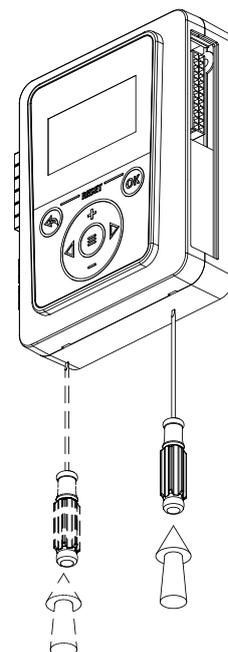

Рис.22 Демонтаж лицевой панели
2. снимите лицевую панель контроллера, ослабив защелки с помощью отвертки (рис.22);